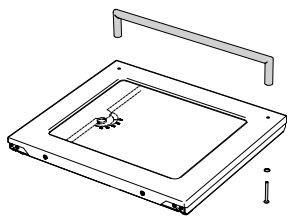

Fig. 70
- Démontez la porte du four selon les indications ci-dessus et la poser sur un plan propre, dévisser les fixations de la poignée (2x) et retirer cette dernière (Fig. 70).